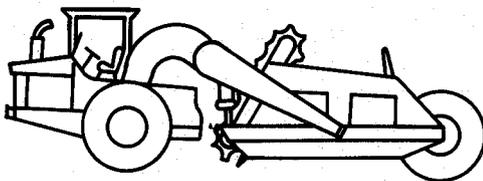

**Figure 3 – Direction agissant sur les roues avant**
5.1.2.1 Direction agissant sur les roues avant (voir figure 3)